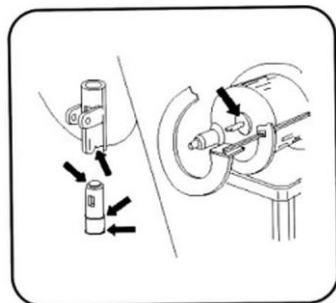

Рис. 14
15. Смачивать места, обозначенные на рис. 14, водой ежедневно или после каждой тщательной очистки.